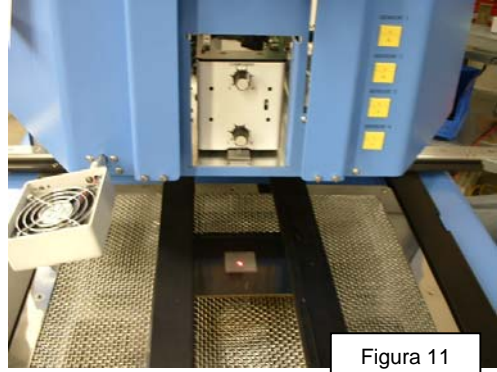

Figura 11
- v. Allineare il PCB in modo che la luce rossa del laser di puntamento sia approssimativamente centrata sul BGA. (Figura 11)